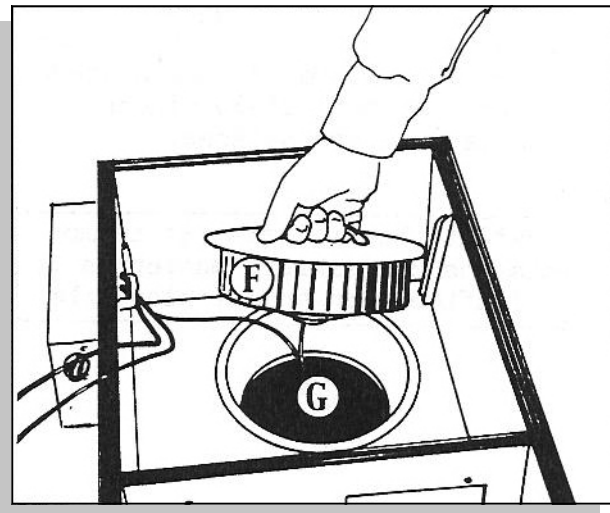

Fig.4
Lossa därefter skruvarna på den undre fläktens (F) översida och lyft upp fläkten. Fig.4.